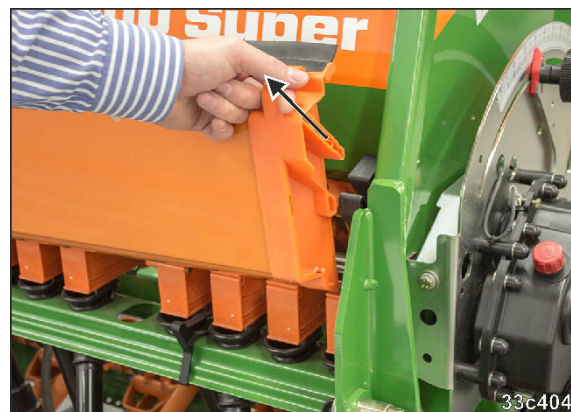

Fig. 238
1. Retirar as cavidades de calibração (Fig. 238) para cima para fora do suporte.